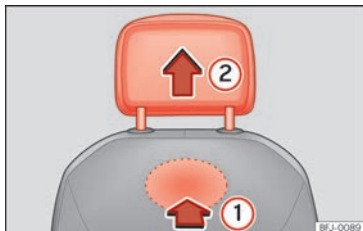

Abb. 74 Kopfstütze vorne ausbauen.
- Lokalisieren Sie zum Entriegeln der Kopfstütze die Aussparung im markierten Bereich auf der Rückseite der Sitzlehne und drücken Sie in Pfeilrichtung »» (Abb. 74) ①.
- Ziehen Sie die Kopfstütze in Pfeilrichtung ② heraus.